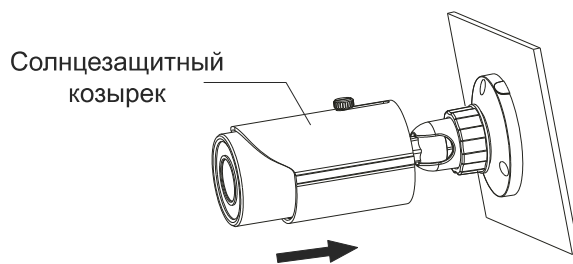

Рис. 5.4. Перемещение солнцезащитного козырька
5. Ослабьте винт солнцезащитного козырька и сдвиньте солнцезащитный козырек назад (Рис. 5.4).